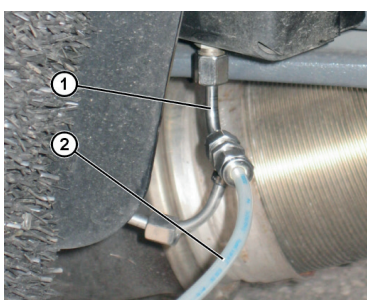

Fig. 4: Ligação do tubo de pressão de teste_2
2. Ligar o tubo de pressão de teste (Fig. 4, Pos. 2) conforme o fabricante do veículo.
- Nissan, MFTBC: ligar o tubo de pressão de teste (Fig. 4, Pos. 2) diretamente ao módulo de dosagem.
- DAF, Iveco, MAN, Scania, Volvo: ligar o tubo de pressão de teste (Fig. 4, Pos. 2) com o adaptador (Fig. 4, Pos. 1) ao módulo de dosagem.